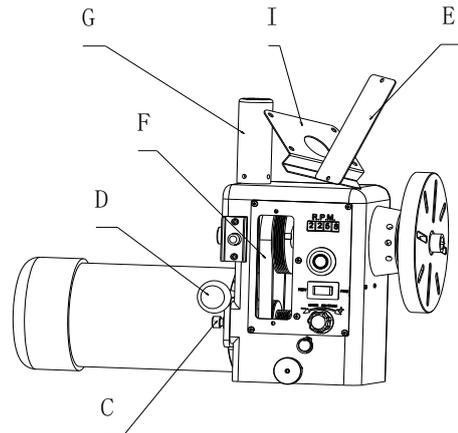

Рис.23
4. Ослабьте два установочных винта в маховике (G, Рис. 23) и удалите.
5. Ослабьте установочный винт настолько, чтобы снять пластину (I, Рис. 23).
6. Теперь можно заменить ремень (F, Рис. 23).